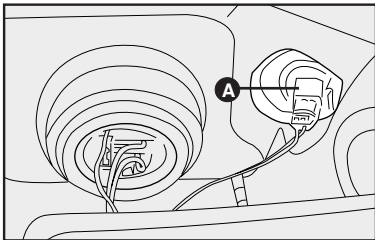

fig. 13
- 1) Quite el portalámpara **A**-fig. 13, girándolo en el sentido antihorario.